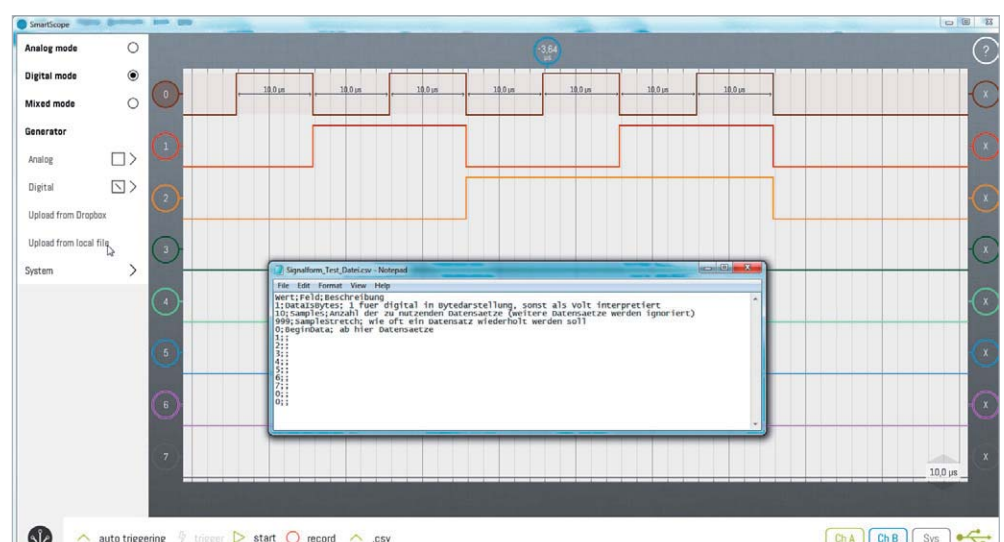

Bild 15: Digitalsignalgenerator: Signale aus csv-Datei
Wenn das erste Feld der csv-Datei (DataIsBytes) eine 1 ist, werden die Datensätze als Bytes interpretiert, wobei die Wertigkeit der Bits jeden Bytes dem digitalen Datenkanal entspricht. In **Bild 15** sieht man eine Beispieldatei zur Definition eines Digitalsignals für drei Kanäle. Die Daten beginnen mit einer 0 (null) als erstem Byte, was bewirkt, dass alle Digitalkanäle 0 sind. Das zweite Byte (1) bewirkt, dass der Digitalkanal D0 logisch 1 wird, während alle anderen Kanäle null bleiben. Das dritte Datenbyte (2) bewirkt, dass der zweite Datenkanal (D1) logisch 1 wird, während die anderen Kanäle null sind. usw.